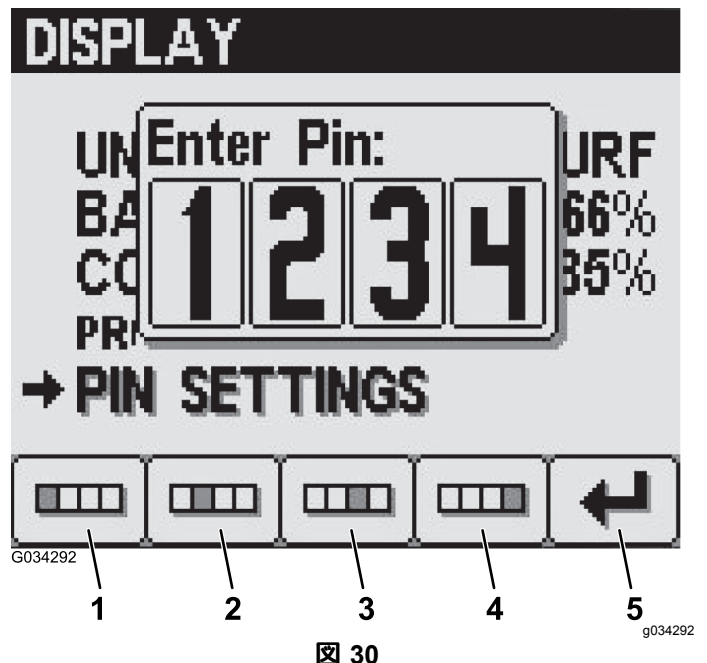

図 30
- ボタン 1 4 を使って 4 けたの PIN を入力し、入力が完了したらボタン 5 で確定する 図 30。
2. ボタン 14 を使って 4けたの PIN を入力し、入力が完了したらボタン 5 で確定する 図 30。
4. 古いPIN を入力Enter Old PIN という画面で、ボタン 14 を使って現在の 4けたの PIN を入力し、入力が完了したらボタン 5 で確定する 図 30。